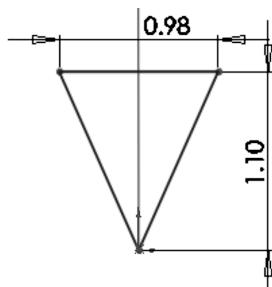

图 1-85 绘制草图
- 13 在【草图】选项卡中单击【草图绘制】按钮 $\square$ ，选择前视基准面作为草绘平面，在螺旋线起点绘制如图 1-85 所示的草图。